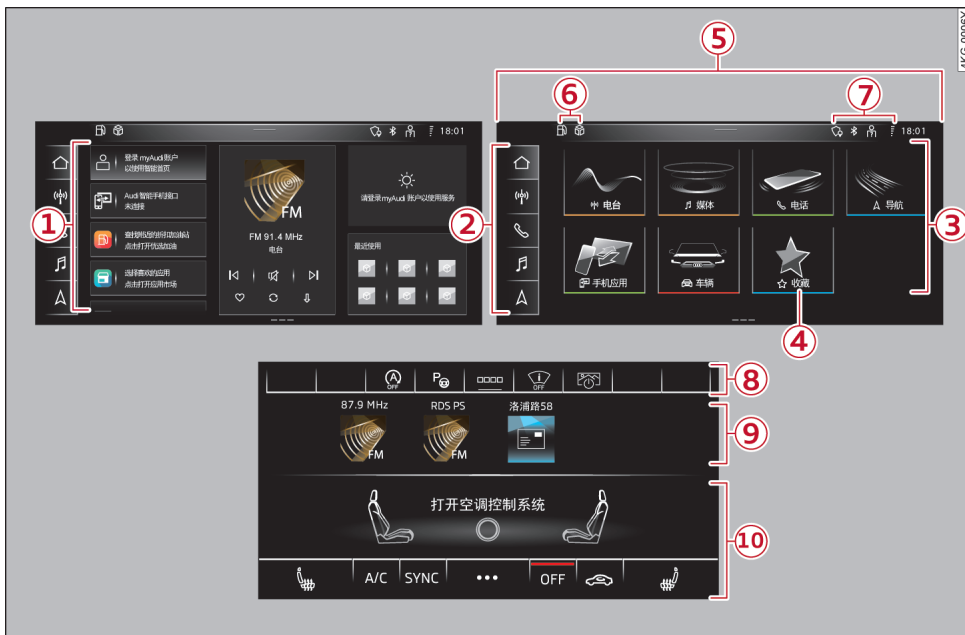
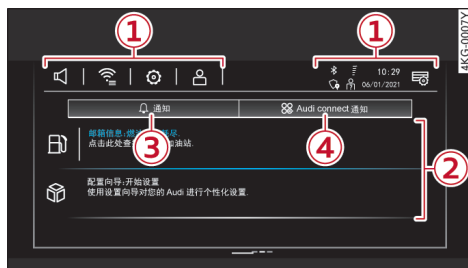

图 14 MMI：上面/下面的显示屏
图 16 上面的显示屏: 通知中心
在上面的显示屏上, 可以显示奥迪系统和奥迪 Connect 应用程序的通知。在一定时间后, 显示被隐去并在状态栏内出现相关符号⑥⇒ 19 页, 图 14。在通知中心里, 您可以仔细地看通知②⇒ 图 16 并进行